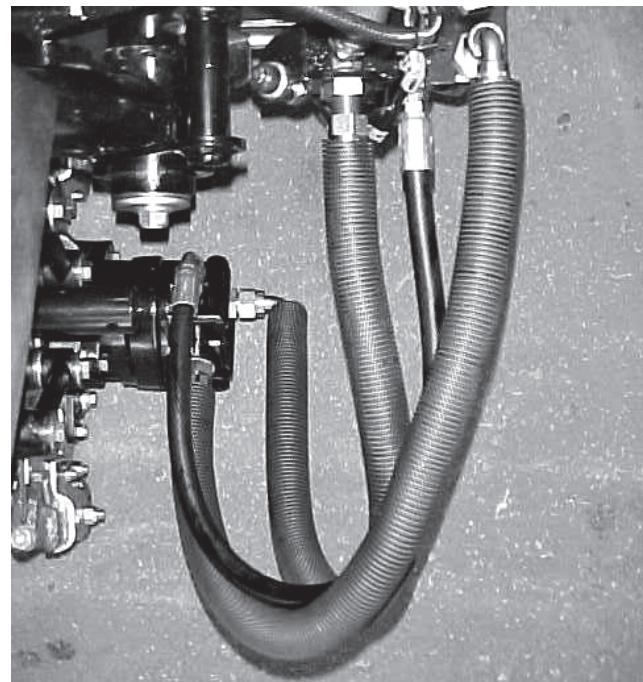

図 16
**重要** ホースがねじれていたり折れていったりしないこと、また後カッティングユニットのホースが図16に示すように適切に配置されていることを確認し、(Model 03206の場合には)カッティングユニットを上昇させて左にシフトさせます。後カッティングユニットのホースが走行ケーブル・ブラケットに当たっていてはいけません。必要に応じて接続部やホースの位置を再調整してください。